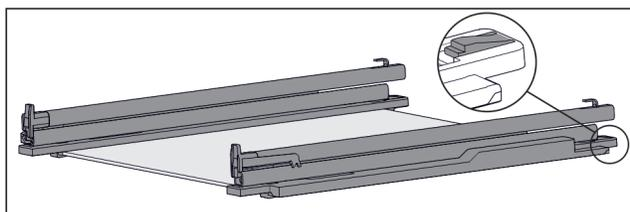

Fig. 125 Tablette en verre avec rails et pièces de retenue
- ▶ Pousser l'arrière de la pièce de retenue vers le bas (voir Fig. 125) et pousser dans le même temps le tiroir vers l'arrière.